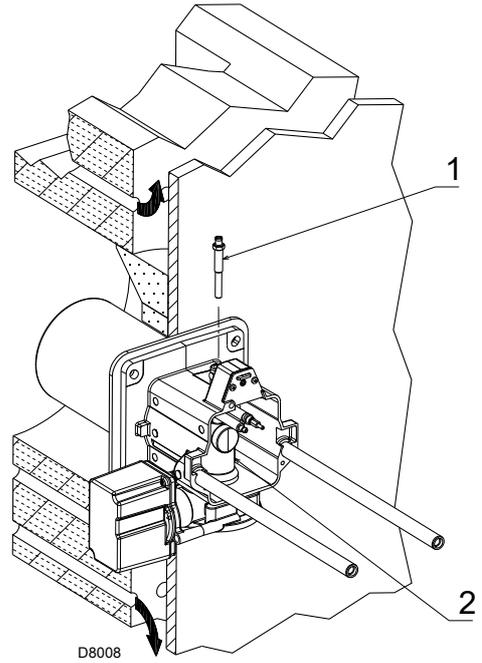

图 15
- 拆下螺丝 1)(图 15)
- 取出燃烧头的内部部件 2)(图 15)，进行调节。
安装进行到这一步，燃烧头已经固定到锅炉上，如图 15 所示。